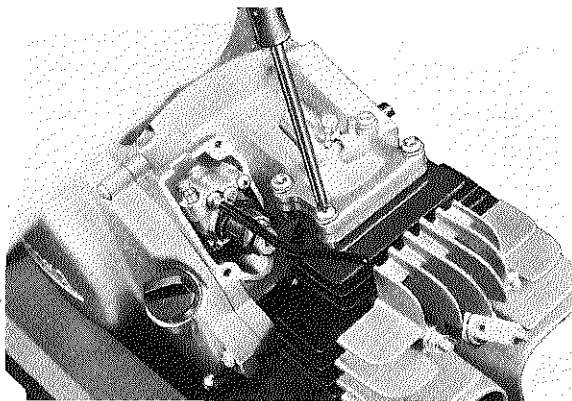

Fig. 3-2-1
Remove reed valve assembly holding bolts (4), carburetor joint and reed valve assembly. (Fig. 3-2-1)
Enlever le support du moteur et le kick. Enlever les boulons (4) du raccord de carburateur, et enlever le raccord et la soupape assemblée (Fig. 3-2-1).
Danach die Halteschrauben (4) der Zungenventileinheit herausrauben, das Vergaser-Verbindungsstück entfernen und die Zungenventileinheit herausnehmen. (Fig. 3-2-1)